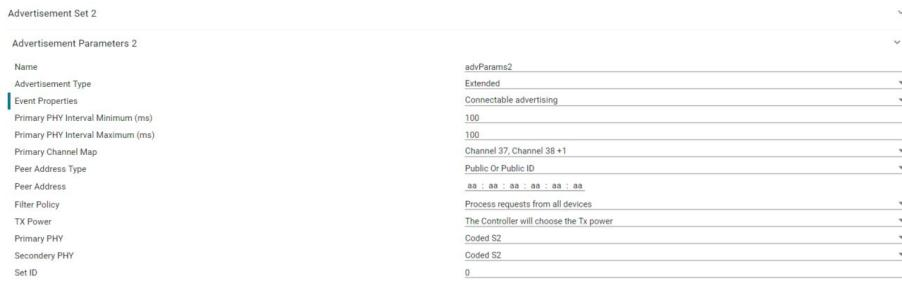

FIGURE 8 – Advertisement Set 2 modification
- (c) Modification du *Advertisement Set 2*, la figure 8 montre la configuration nécessaire pour ce paramètre.